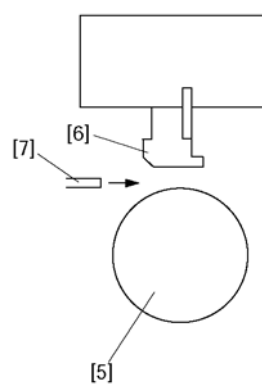

图 3-3 间隙量度
- (5) 插入厚度计[7]测量滚筒[5]与打印头[6]之间的间隙。(图 3-3)